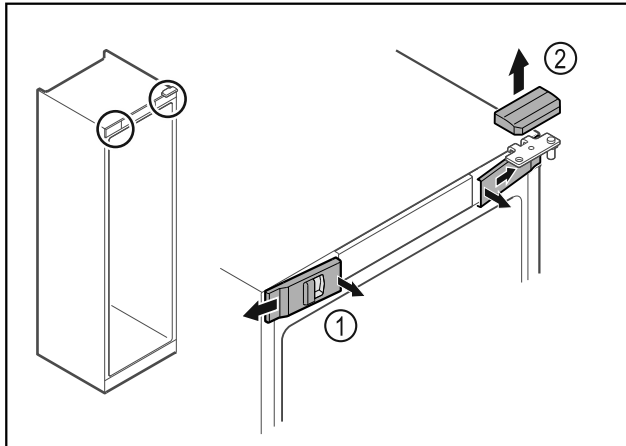

Fig. 16
- ▶ Desencajar las cubiertas delanteras Fig. 16 (1) del interior y dejarlas a un lado.
- ▶ Retirar hacia arriba la cubierta superior Fig. 16 (2).